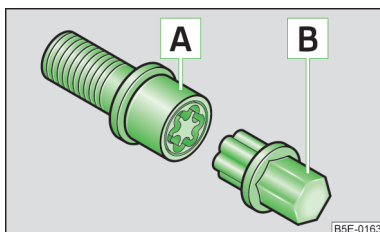

Abb. 193
- › Den Adapter [B] » Abb. 193 mit seiner verzahnten Seite bis zum Anschlag so in die innere Verzahnung der Anti-Diebstahl-Radschraube [A] stecken, dass nur noch der äußere Sechskant herausragt.